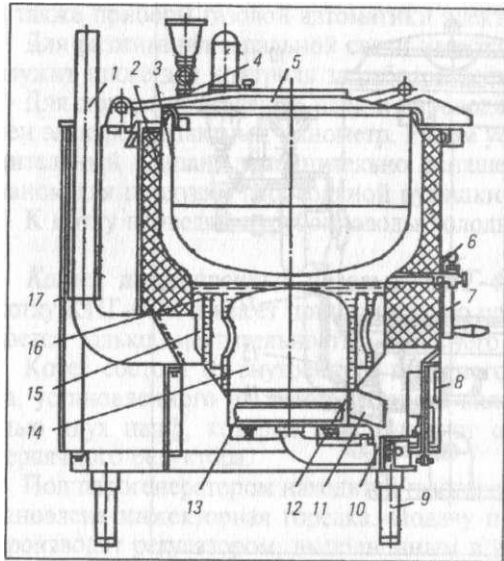

Рис. 9-11. Котел пищеварочный газовый секционный модулированный КПСМ-60
**Котел пищеварочный газовый секционно модулированный КПСМ-60 (рис. 9-11).** Котел выполнен в виде прямоугольника. Он имеет внутренний цилиндрический варочный сосуд и наружный корпус, который покрыт теплоизоляцией и облицован плоскими эмалированными панелями.